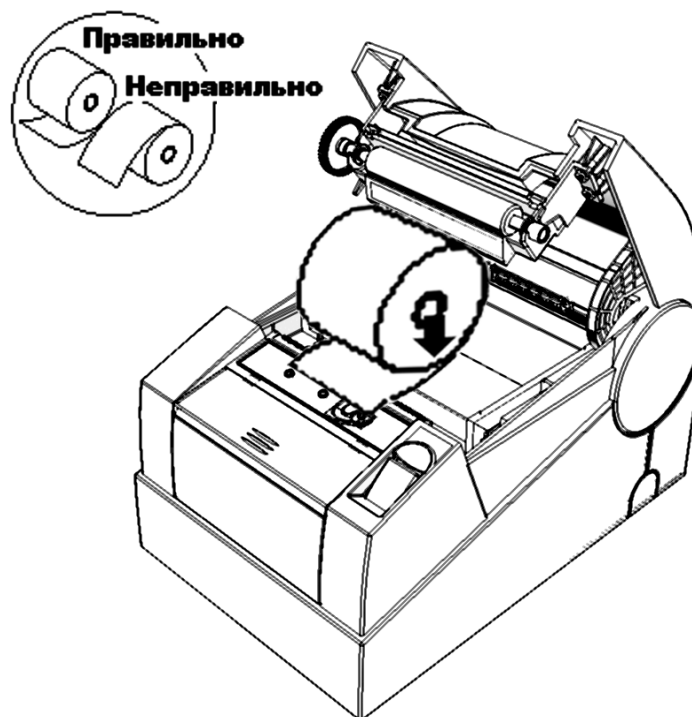

Рис.4. Заправка бумаги
2. Вставьте рулон бумаги в отсек (см. Рис.4).